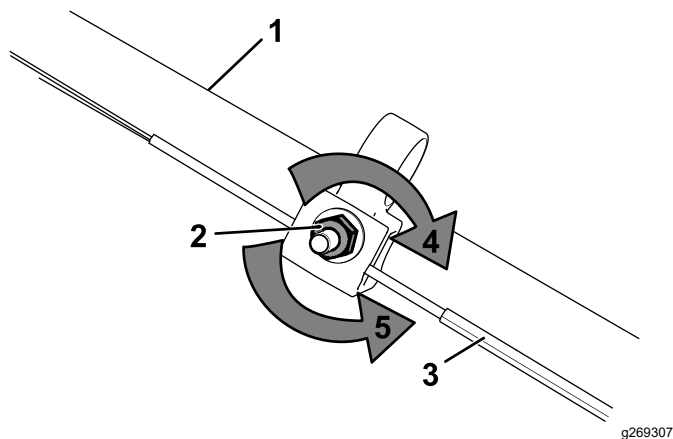

Рисунок 26
1. Поверните регулировочную гайку против часовой стрелки, чтобы ослабить натяжение троса (**Рисунок 26**).
2. Отрегулируйте натяжение троса (**Рисунок 26**), потянув его назад или вперед, затем удерживайте в этом положении.